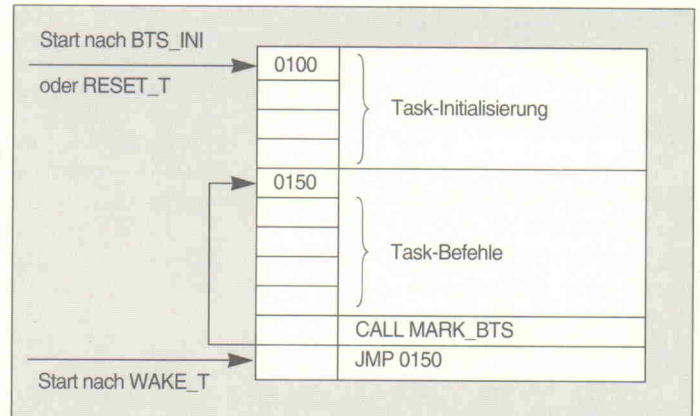

Bild 1: Jede einzelne Task muß regelmäßig mindestens einen Systemaufruf ausführen.
- **WAKE_TASK(Nummer):** **WAKE_TASK** dient zur Aktivierung einer Task. Im Gegensatz zum Systemcall **RESET_TASK** durchläuft die Task den Initialisierungsteil nicht, sondern startet an der durch die Tasktable vorgegebenen Stelle. Mit den Systemcalls **KILL_TASK** und **WAKE_TASK** kann die Abarbeitung einer bestimmten Task (gesteuert durch eine andere Task) unterbrochen werden. Bild 1 stellt diese Zusammenhänge anhand einer Task mit Initialisierungsteil dar.